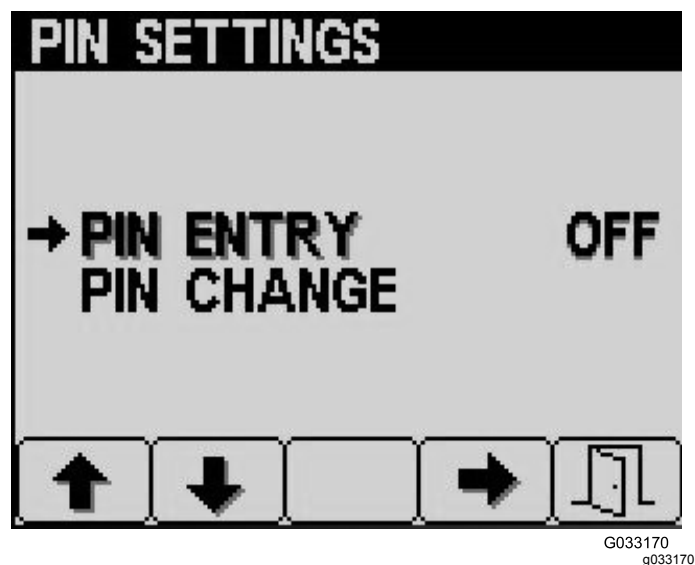

Figura 22
5. A partir do ecrã de definições do PIN, premir o botão 4 para seleccionar a opção de introdução do PIN (Figura 22).
5. Prima o botão 2 até chegar à opção de Alterar o PIN no ecrã de definições do PIN e prima o botão 4 para selecionar alterar o PIN (Figura 22).